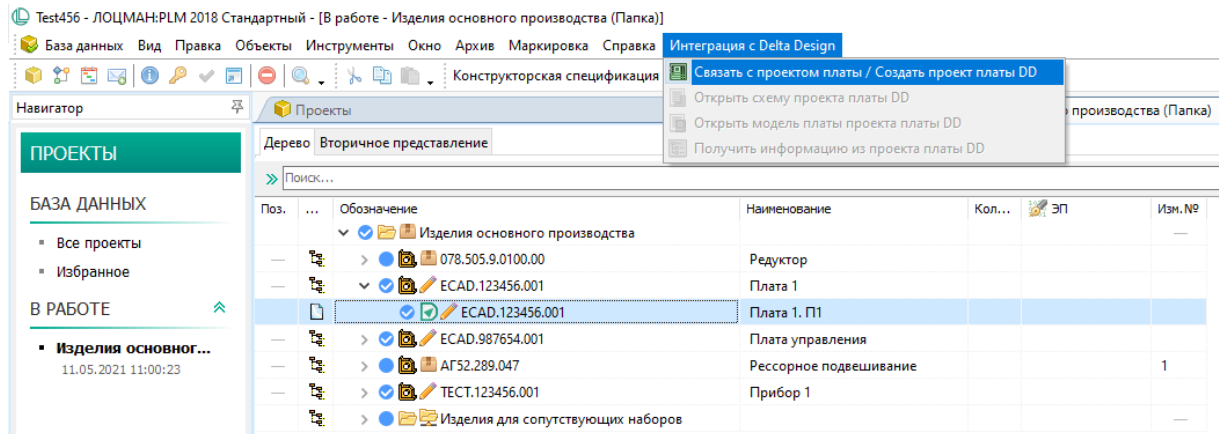

Рис. 4. Привязка объекта ЛОЦМАН:PLM к проекту Delta Design
3. В главном меню в разделе «Интеграция с Delta Design» вызвать команду «Связать с проектом платы / Создать проект платы DD», см. Рис. 4;